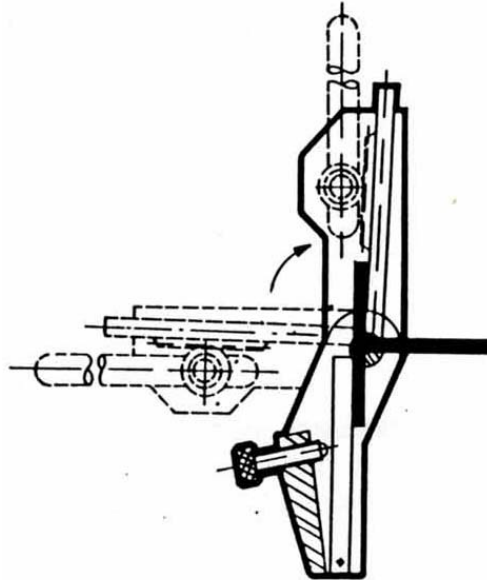

Abb. 3
- Die Rillen auf der gezackten Führungsrolle müssen mit denen der Rolle übereinstimmen (siehe auch Abbildung 3).